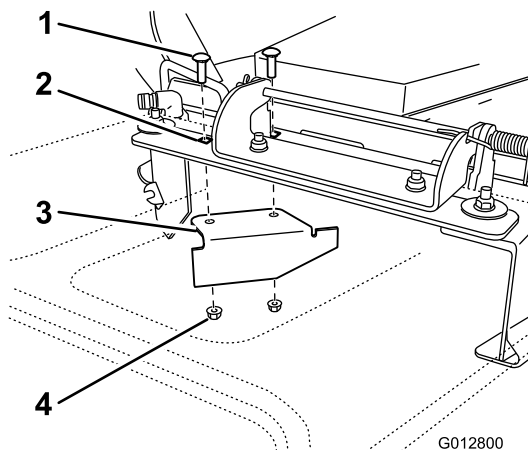

Bild 35
11. Sie finden das Versatzablenkblech in den losen Teilen. Entfernen Sie die Befestigungen an den hinteren Löchern der Auswurfplatte. Befestigen Sie das Ablenkblech an der Seitenauswurföffnung am Mähwerk (Bild 35).